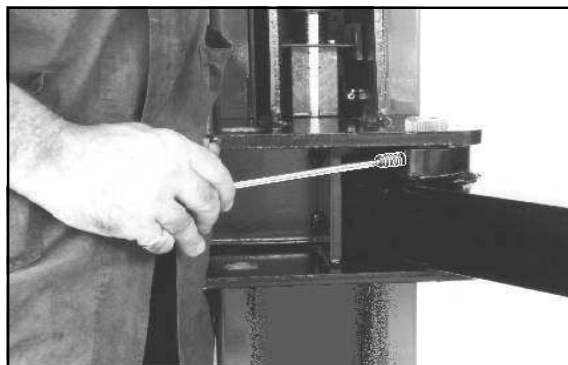

Fig.48
4 - Inserire i grani M14 (3) avvitando i relativi controdadi (4) dall' interno del supporto tubolare, serrarli contro il perno e bloccare con i controdadi (Fig.48).
4 - Insert the M14 headless screws screwing the relative counter-nuts from the inside of the carriage support, tighten them against the pin and block them with counter-nuts (Fig.48).